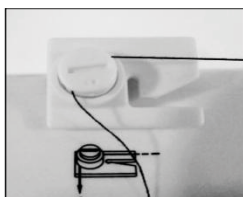

Рисунок 12
2. Отведите нить вправо и проведите через диск натяжения (рис.12).